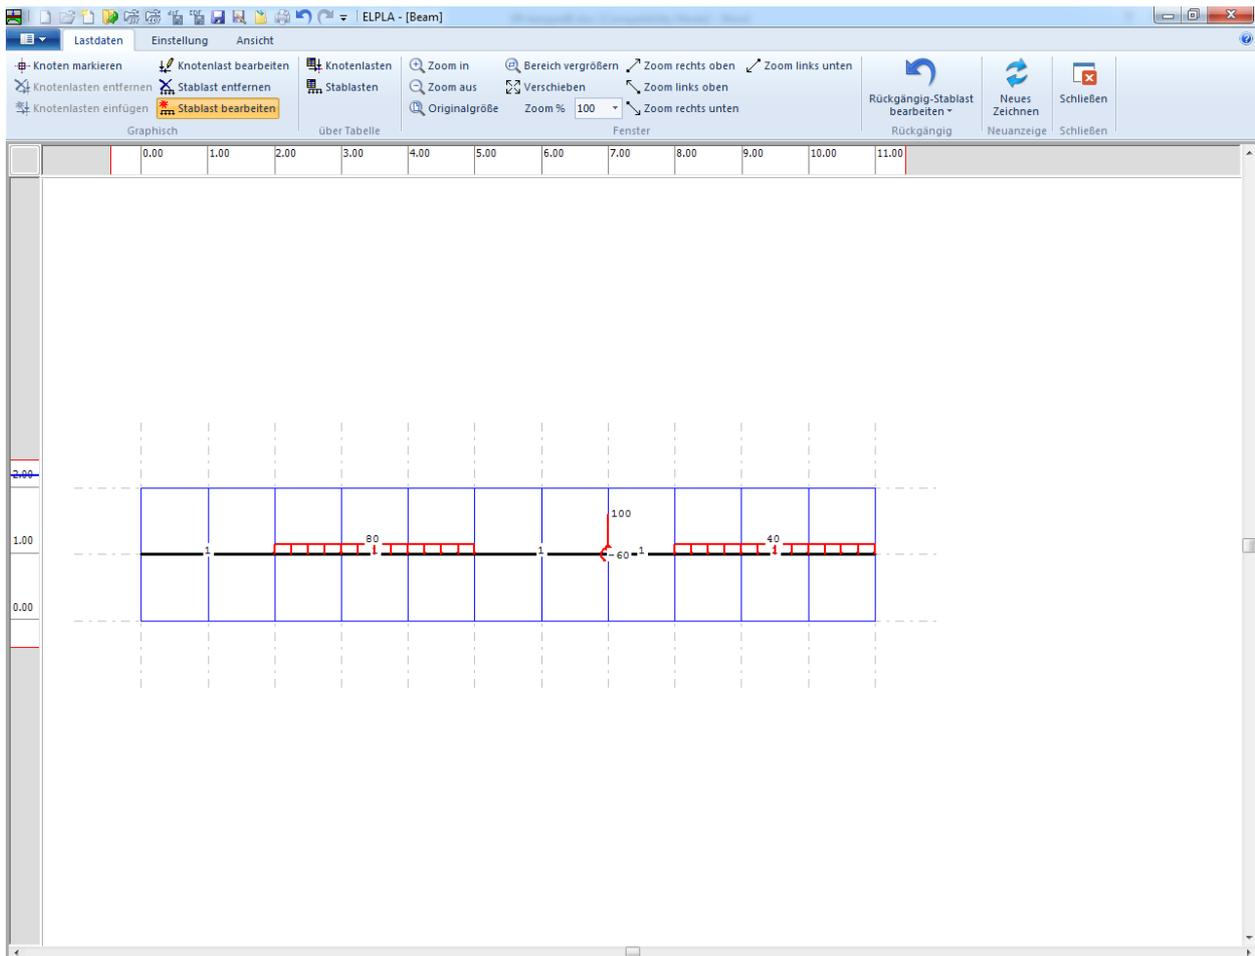
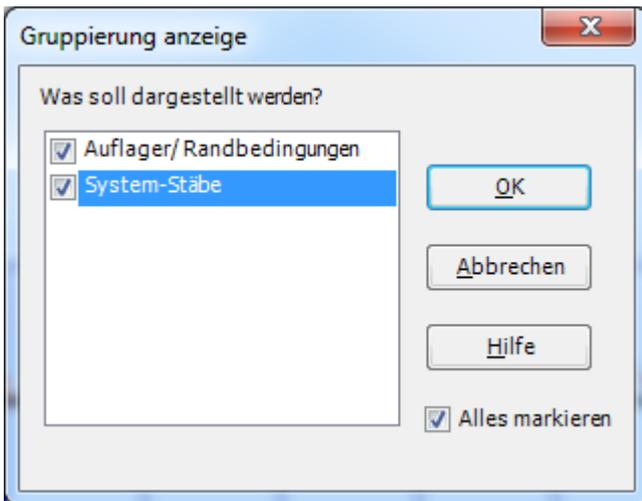

Bild 8.33 Balkenlasten auf dem Bildschirm
Bild 8.34 Kontrollfeld "Gruppierung anzeigen"
Nach der Definition von Lastdaten sollte der Bildschirm wie das folgende Bild 8.33 aussehen.
- Wählen Sie "Gruppierung anzeigen" aus dem Menü "Optionen" im Bild 8.33. Das folgende Kontrollfeld im Bild 8.34 erscheint